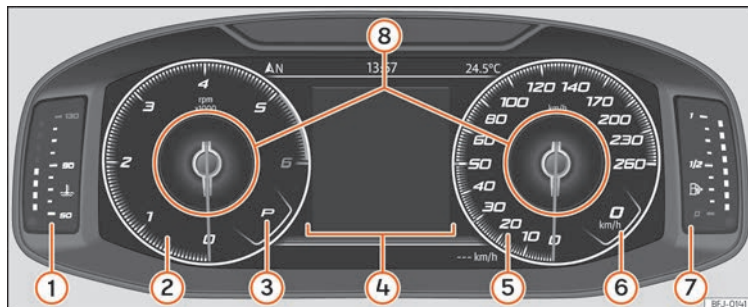

Fig. 117 SEAT Digital Cockpit nella plancia [visualizzazione classica].
Nella *Visualizzazione classica* e in *Semicircular watches* si ha la possibilità di personalizzare le informazioni che appaiono in **Profili di informazione** » **fig. 117 ⑧**.
Le lancette del numero di giri e del tachimetro compaiono a lunghezza intera » **fig. 117**.